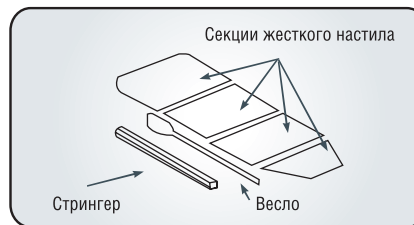

рис. 6
- Установите стрингер. Повторите процедуру с другой стороны лодки (рис. 6).